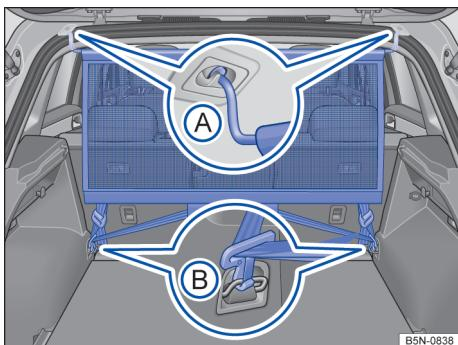

Fig. 187 No compartimento de bagagem: rede divisória instalada atrás do banco traseiro.
- Prender a rede divisória numa das duas admissões no teto → **Fig. 187 A**. Atentar para que a barra transversal seja puxada de cima da posição superior para baixo.
- Enganchar a rede divisória numa admissão no teto, comprimindo a barra transversal → **Fig. 187 A**.
- Prender os dois ganchos de retenção da rede divisória nos olhais de amarração no compartimento de bagagem e tensionar firmemente os cintos de fixação → **Fig. 187 B**.
- Desenganchar o gancho de retenção da rede divisória dos olhais de amarração → **Fig. 187 B**.